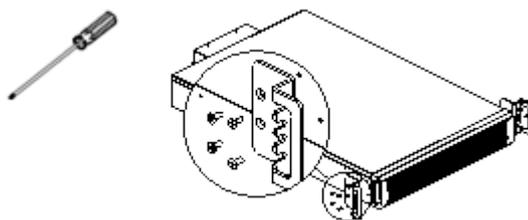

図 2-17 ラックマウント用固定具を取り付ける
- 2) M4×10 ネジ(8 本)でラックマウント用固定具 2 個をバッテリー・パック前面パネルの両側に取り付ける(図 2-17 参照)。